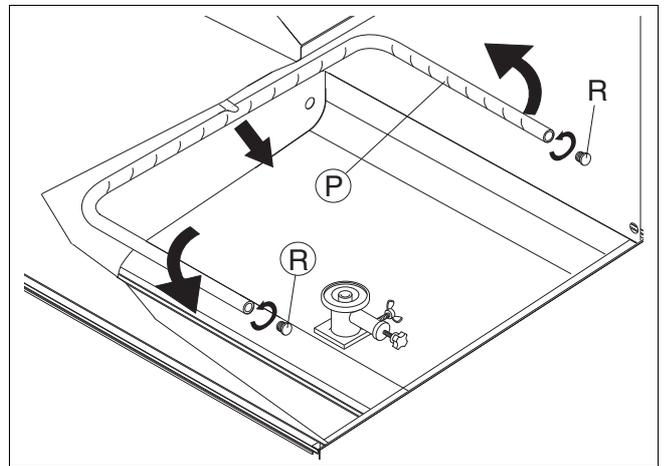

Figura 26 Extracción del brazo de lavado fijo
- Gire a la derecha el surtidor "P" (Figura 26) para extraerlo.
- Desenrosque los tapones "R" (Figura 26) de los surtidores laterales.